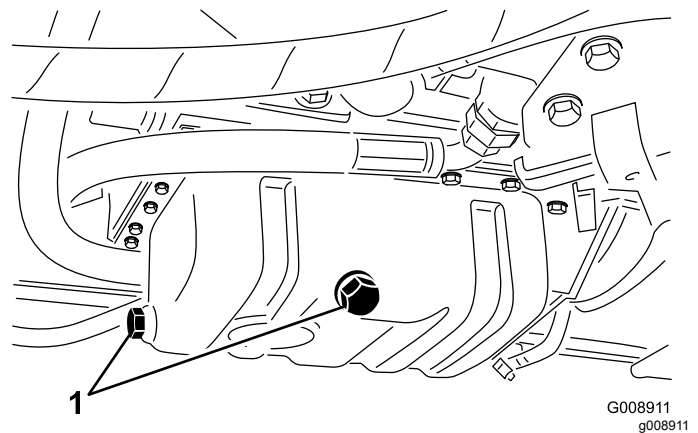

Bild 65
3. Entfernen Sie eine Ablassschraube (Bild 65) und lassen das Öl in eine Auffangwanne ablaufen; setzen Sie die Schraube ein, wenn kein Öl mehr ausläuft.